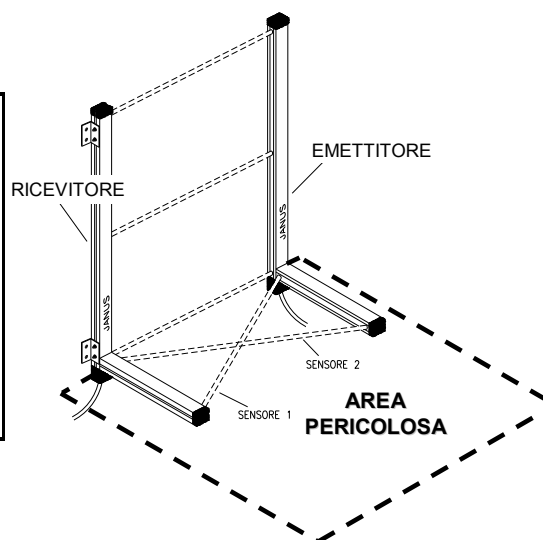

Figura 7
In questo modello i sensori 1 e 2 sono dallo stesso lato rispetto alla barriera verticale e sono posti davanti al varco pericoloso (Figura 7).
- ☛ Per il funzionamento in sicurezza della serie MXL L, è assolutamente necessario che gli elementi sensori orizzontali di muting siano posizionati all'interno dell'area pericolosa (tratteggiata in Figura 7).